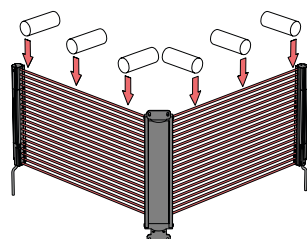

Figura 2. EZ-SCREEN LPM - Prova d'interruzione per applicazioni con prismi
- *Se nel sistema si utilizzano specchi, i raggi devono essere testati in tre punti su ciascun tratto del percorso del raggio (tra l'emettitore e lo specchio, e tra lo specchio e il ricevitore (Figura 2).*